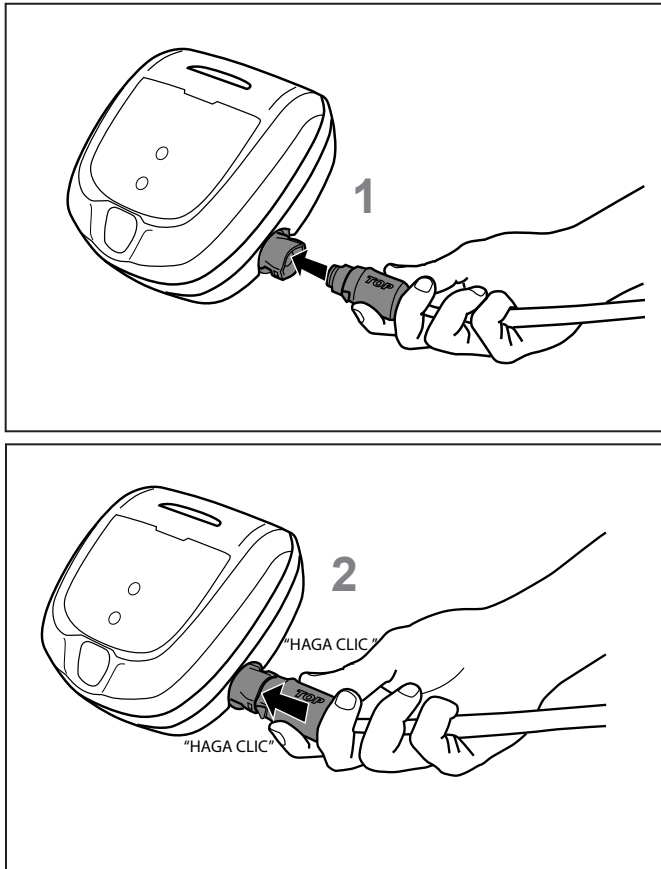

Figura 10. Conecte el cable de alimentación
- Gire el cable de alimentación de modo que aparezca la leyenda TOP (SUPERIOR) en el lado superior. Presione firmemente el cable de alimentación en la unidad de control hasta que escuche un “chasquido” (vea la figura 10). El chasquido indica que el cable